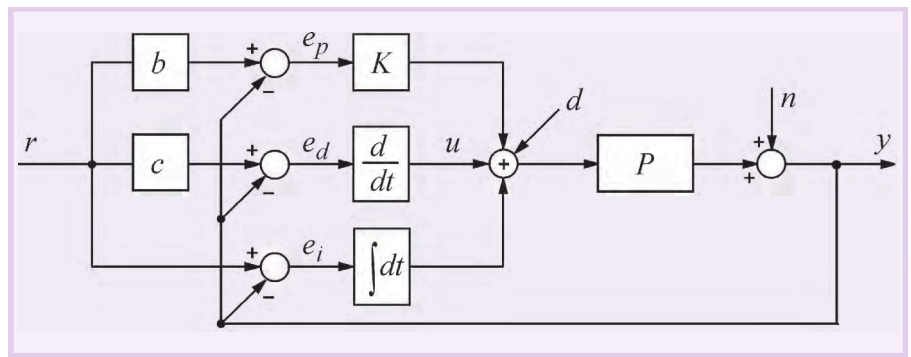
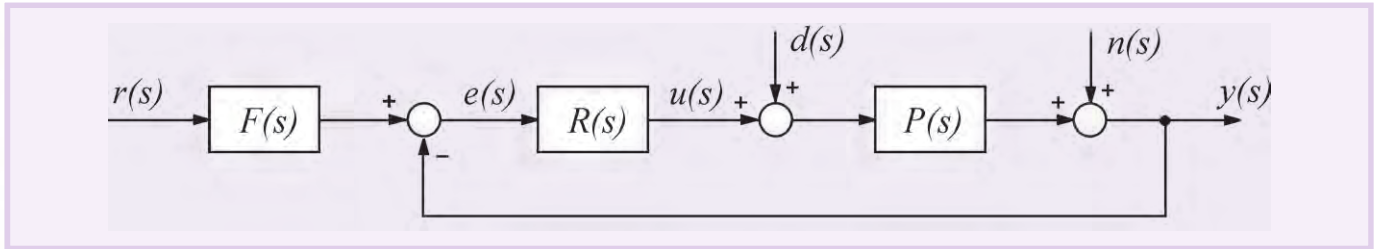

Рис. 9. Система, содержащая ПИД-регулятор с весовыми коэффициентами  $b$  и  $c$  при уставке
Рис. 10. Выделение блока  $F(s)$  в структуре ПИД-регулятора
Можно доказать, что регулятор, представленный на рис. 9, полностью эквивалентен регулятору, показанному на рис. 10, если блок  $R(s)$  является классическим регулятором (4), а блок  $F(s)$  имеет передаточную функцию вида:
Рис. 11. Реакция замкнутой системы с регулятором на скачок  $r(t)$  при  $T_i = 0,015$  с,  $K = 6$ ,  $T_d = 0,2$  с для объекта вида (5) при  $T = 0,1$  с,  $L = 0,005$  с (обозначения соответствуют рис. 10)
Дальнейшим усовершенствованием регулятора со структурой, показанной на рис. 10, является применение фильтра в блоке  $F(s)$ , передаточная функция которого приобретает вид:
Рис. 12. Реакция системы с регулятором, использующим фильтр (9) при  $T_r = 0,09$  с, на скачок  $r(t)$  при  $T_i = 0,015$  с,  $K = 6$ ,  $T_d = 0,3$  с для объекта вида (5) при  $T = 0,1$  с,  $L = 0,005$  с (обозначения соответствуют рис. 10)
В предыдущем разделе был рассмотрен частный случай применения прямой связи (рис. 10), которая реализована с помощью блока  $F(s)$ .